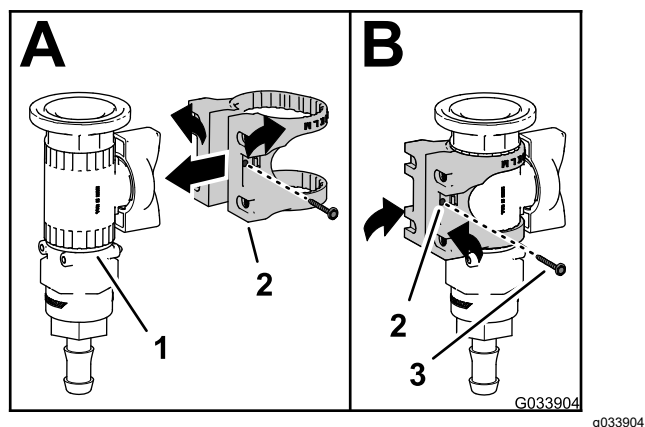

Figure 14
1. Assemblez le support de vanne sur la vanne de commande, comme montré à la Figure 14.
2. Fixez le support de montage sur la vanne de commande à l'aide d'une vis à embase (n° 6), puis serrez la vis à la main (B de Figure 14).
2. Assemblez le support de vanne sur la vanne de commande, comme montré à la Figure 14.
3. Fixez le support de montage sur la vanne de commande à l'aide d'une vis à embase (n° 6), puis serrez la vis à la main (B de Figure 14).